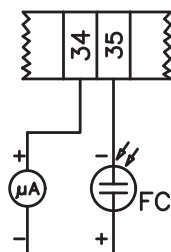

Fig. 5:
- 2 Desenroscar los tornillos 1, 2, 3, 4 con la llave de macho hexagonal núm. 3, y retirar la tapa del filtro 5 (Fig. 5).